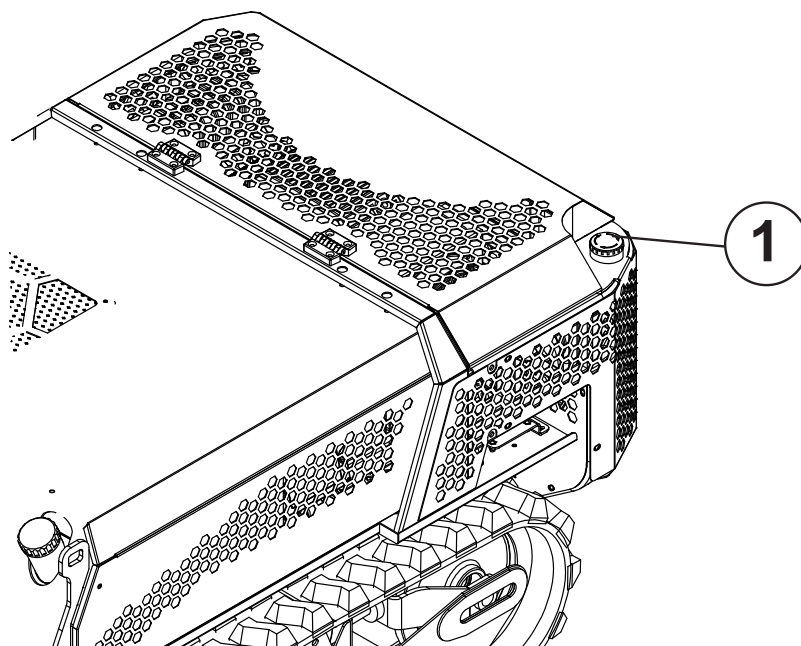
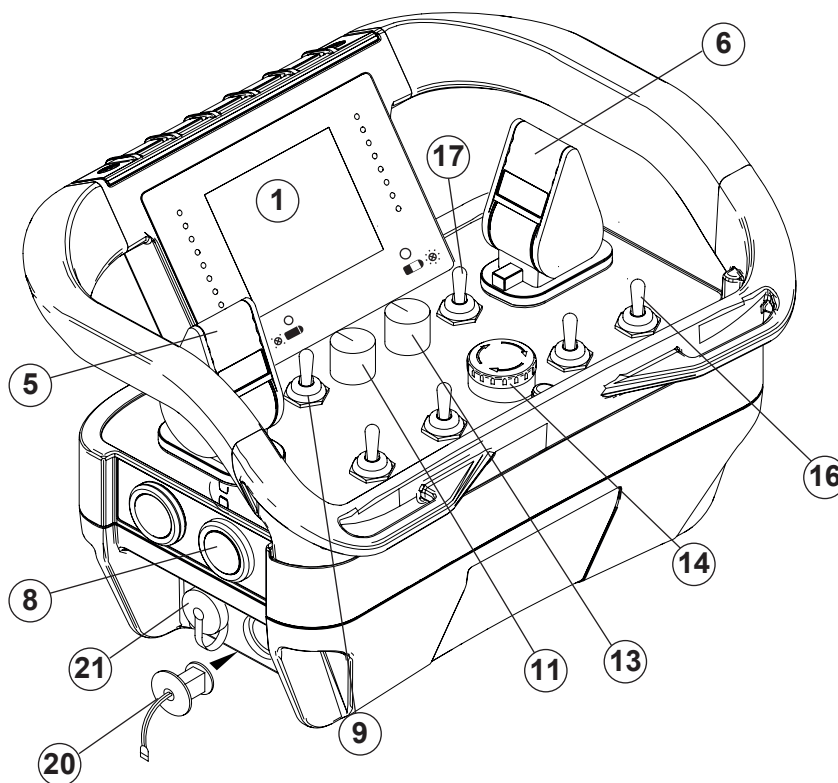
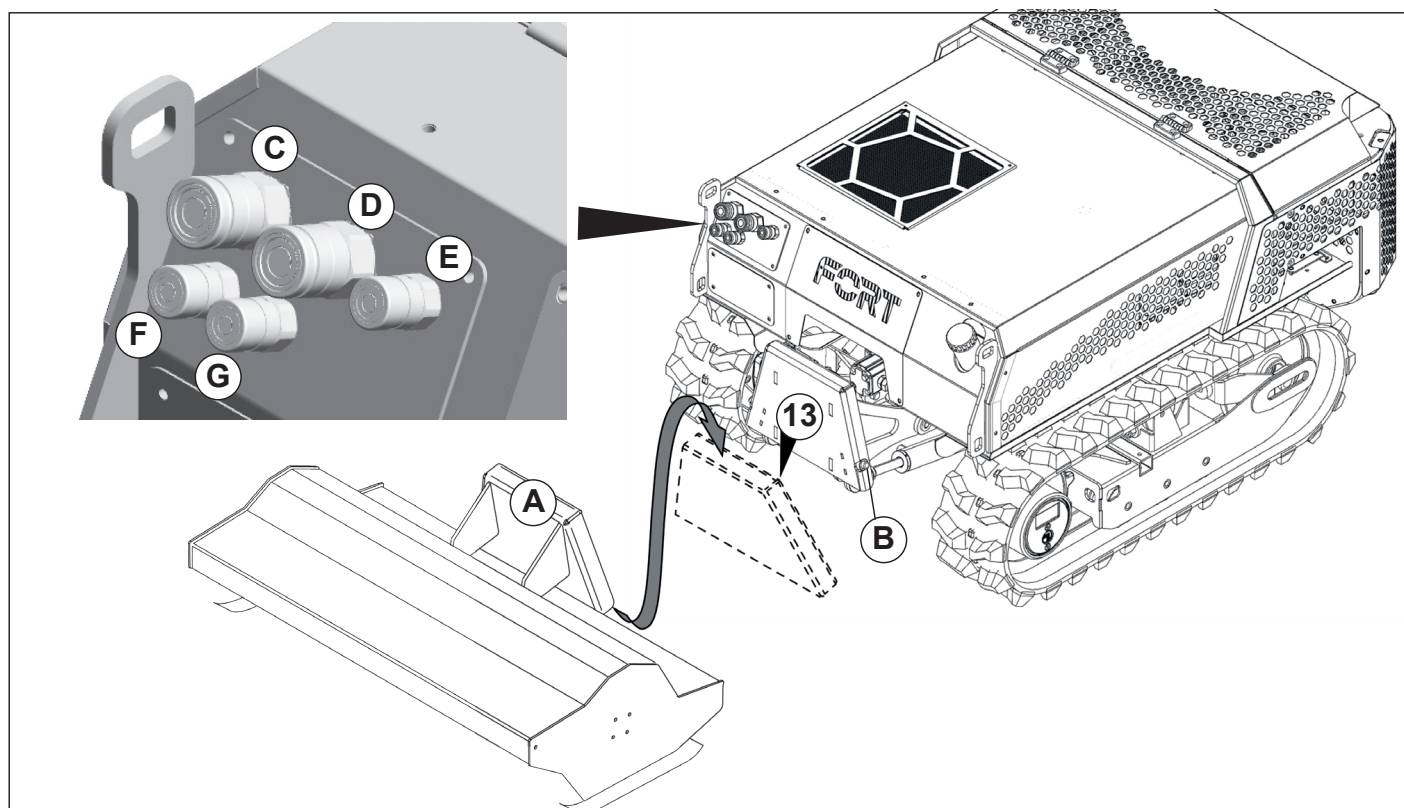

Abb. 13
Abb. 14
Abb. 16
- 1) Ziehen Sie den Notausschalter (Pos. 1, Abb. 13) der Maschine und den Notausschalter der Fernbedienung (Pos. 14 Abb. 14) heraus.
- 2) Stecken Sie den Codierungsschlüssel (Pos. 20, Abb. 14) in seinen Sitz. Ohne diesen Vorgang kann die Maschine nicht gestartet werden. Dieser Vorgang aktiviert das Display (Pos. 1, Abb. 14). Wenn der Codierschlüssel steckt drücken Sie die Starttaste (Pos. 8, Abb. 14), um die Fernbedienung einzuschalten und das Display zu aktivieren.
- 3) Drücken Sie die Starttaste der Fernbedienung (Pos. 8 Abb. 14). Durch diesen Vorgang wird die Kraftstoffpumpe aktiviert. Solange der Druck nicht den gesamten Kreislauf erreicht, ist die Maschine nicht voll funktionsfähig.
- 4) Drücken Sie den Startschalter des Motors (Pos. 9, Abb. 14) nach oben und halten Sie ihn gedrückt. Dadurch wird der Motor der Maschine gestartet. Nun kann die Maschine arbeiten.
- 5) Erhöhen Sie die Motordrehzahl, indem Sie den Wählhebel betätigen (Pos. 17, Abb. 14).
Die Maschine ist außerdem mit einem Kabel ausgestattet, mit dem sie auch dann noch betrieben werden kann, wenn die Batterie der Funksteuerung entladen ist und nicht aufgeladen werden kann, indem dieses Kabel an den Anschluss (21, Abb. 14) der Funksteuerung und an die Buchse (A) an der Empfängereinheit der Maschine angeschlossen wird.
- 1) Reduzieren Sie die Motordrehzahl mit dem Wahlschalter (Pos. 17 Abb. 14).
- 3) Drücken Sie die Notschalter der Fernbedienung (Pos. 14 Abb. 14), um die Funksteuerung auszuschalten und um den Motor der Maschine abzustellen.
- 4) Drücken Sie den Notausschalter (Pos. 1 Abb. 13) an der Maschine.
- A) Drücken Sie die Stopptaste an der Maschine (Pos. 1, Abb. 13).
- Drücken Sie im Notfall die Stopptaste (Pos. 14 Abb. 14) auf der Funksteuerung;
- 3) Betätigen Sie den Rückzugsmechanismus der beiden seitlichen Stifte (Pos. B, Abb. 16).
- 4) Senken Sie mit dem Wahlschalter (Pos. 16, Abb. 14) die vordere Zubehörplatte (Pos. 13, Abb. 16).
- 5) Die Maschine nach vorne bewegen, bis die Platte (Pos. 13 Abb. 16) in den vorgesehenen Sitz der Ausrüstung (Pos. A Abb. 16) passt.
- 6) Den Wahlschalter (Pos. 16 Abb. 14) „zu sich hin“ ziehen, bis die Platte in die Ausrüstung passt und die beiden Stifte (Pos. B Abb. 16)
- 7) Mit dem Wahlschalter (Pos. 16 Abb. 14) die angehängte Ausrüstung anheben.
- 9) Die verschiedenen Hydraulikleitungen in die entsprechenden Aufnahmen der in Abbildung 16 dargestellten Anschlüsse stecken.
- 10) Die Versorgungsleitung der Zapfwelle muss in den Anschluss (Pos. D, Abb. 16) gesteckt werden;
- 11) Die Rücklaufleitung der Zapfwelle muss in den Anschluss (Pos. C Fig. 16) gesteckt werden;
- 12) Die Rücklaufleitung muss in den Anschluss (Pos. E, Abb. 16) gesteckt werden;
- 13) Die beiden Schläuche, die alle Hilfsdienste steuern, müssen in die Anschlüsse (F und G, Abb. 16) gesteckt werden.
- 1) Stellen Sie die Arbeitshöhe der Ausrüstung ein, die durch die Impulse des Wahlschalters (Pos. 16 Abb. 14) bestimmt wird.
- 2) Die Maschine wird mit dem Steuerhebel (Pos. 5 Abb. 14) vorwärts oder rückwärts bewegt.
- 3) Die Maschine wird mit dem Steuerhebel (Pos. 6 Abb. 14) nach rechts oder links bewegt.
- 4) Die Maschinengeschwindigkeit wird mit dem Wahlschalter (Pos. 13 Abb. 14) eingestellt.
- 5) Die Motordrehzahl wird mit dem Hebel (Pos.17 Abb. 14) eingestellt.
Überwachen Sie während des gesamten Arbeitszyklus ständig die Anzeige (Pos. 1 Abb. 14) auf eventuell auftretende Anomalien.
Mit dem Drehregler (Pos. 11, Abb. 14) kann der Geradeauslauf der Maschine korrigiert werden.